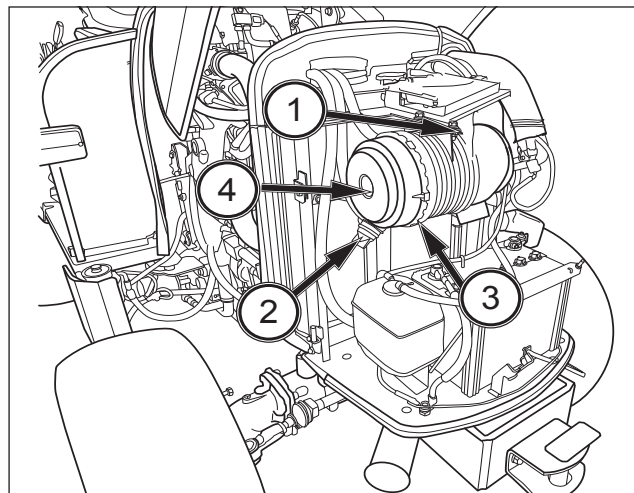

FIG. 119
FIG. 119 et 120 : le filtre à air du moteur (1) se trouve sur le moteur. Ouvrez le capot pour avoir accès au filtre à air du moteur et l'entretenir.